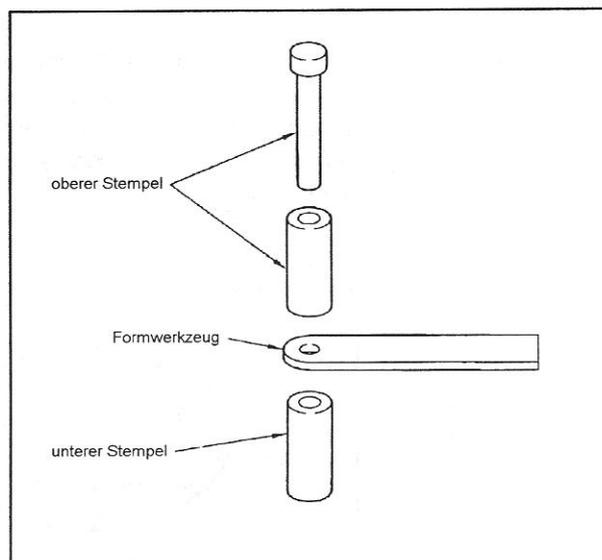

Abbildung 4.6 — Der hermetische Stempelsatz
4. Stellen Sie den unteren hermetischen Stempel (s. Abbildung 4.6) in die untere Stempelhalterung.
- d. Probieren Sie an einigen Tiegeln aus, ob die eingestellte Stempelhöhe zu guten Ergebnissen führt: Der Tiegelboden sollte keinerlei Verformung aufweisen, und der Siegfalz sollte rundherum gleichmäßig glatt sein (s. Abbildung 4.6).